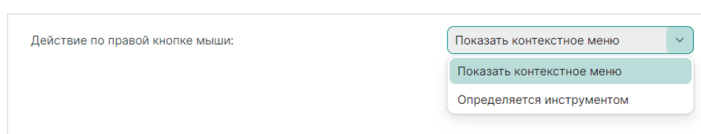

Рис. 83 Доступные действия по правой кнопке мыши
- «Действие по правой кнопке мыши» – выбор действия, которое будет совершаться по нажатию правой кнопки мыши, см. Рис. 83.